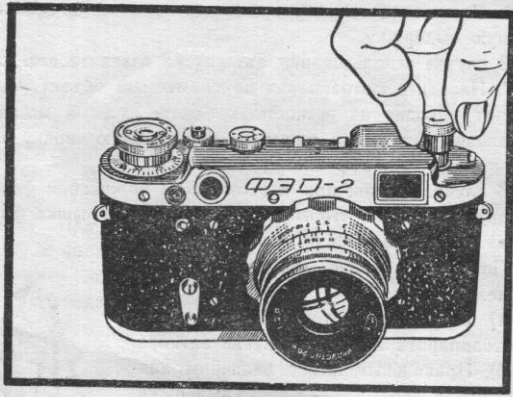

Рис. 14.
Поднимите вверх головку для перемотки пленки (15) и вращайте ее по направлению стрелки, выгравированной на ее торце (рис. 14).